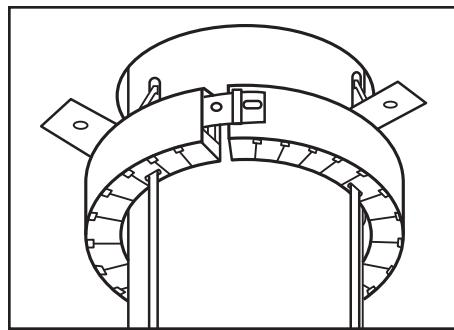

Figure 3 : Bloquer le dispositif pour tuyaux en plastique à la première position de verrouillage et le mettre en place.
C. Bloquer le dispositif pour tuyaux en plastique à la **première** position de verrouillage seulement, en faisant glisser la languette de métal à l'intérieur du passant en saillie et placer le dispositif pour tuyaux en plastique à une distance de 50 mm (2 po) du mur ou de la surface de substrat (Figure 3).